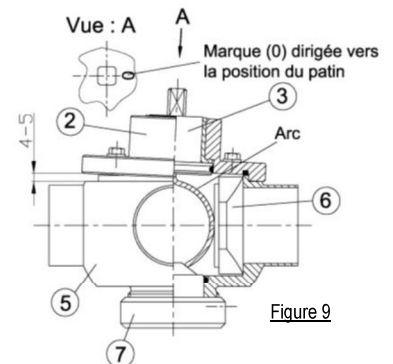

Figure 9
- Mettre le palier de guidage (9) en place dans le couvercle (2).
- Mettre les joints toriques (4), (8) et (10) en place.
- Assembler l'axe de commande (3) avec le couvercle (2). Tenir compte de la marque (0) sur l'ergot carré de l'axe de commande (3). La flèche → indique la position du patin (6) (voir la figure 9).
- Mettre le patin (6) en place dans le corps de la vanne (5).
- Monter l'axe de commande (3) avec le couvercle (2) sur le corps de la vanne (5) comme suit:
- L'arc de l'axe de commande (3) a été conçu pour assurer une pression définie de l'arc sur le patin (6) lors du montage. En raison de la précontrainte exercée par l'arc, le couvercle (2) dépasse le corps de la vanne (5) d'environ 4 – 5 mm du côté opposé du patin (voir la figure 9).
- Pour éviter d'endommager le patin (6), ne pas le placer contre une sortie de vanne en le montant dans le corps de la vanne (5), mais le diriger vers la face AR.**
- Fixer la poignée (1) dans la position voulue.